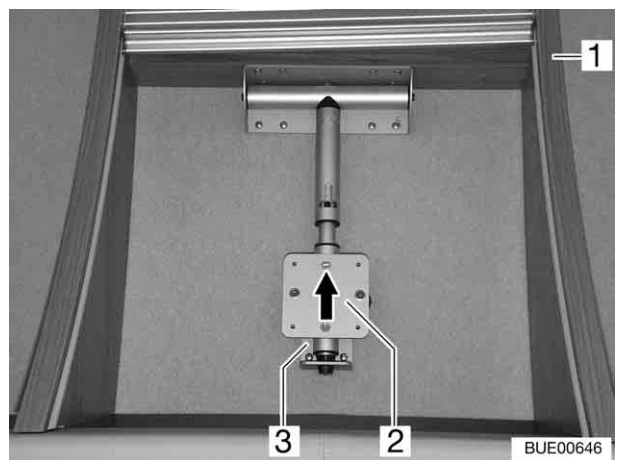

Fig. 30 Armoire à rideau avec support d'écran (écran plat non monté)
- Ouvrir l'armoire à rideau (Fig. 30,1).
- Appuyer légèrement vers l'arrière sur le bord inférieur de l'écran plat (Fig. 30, flèche). Cela permet de déverrouiller le support de l'écran (Fig. 30,2).
- Faire pivoter l'écran vers le haut jusqu'à pouvoir encliqueter perceptiblement le support (Fig. 30,2) dans la plaque de fixation (Fig. 30,3).
- Fermer l'armoire à rideau (Fig. 30,1).